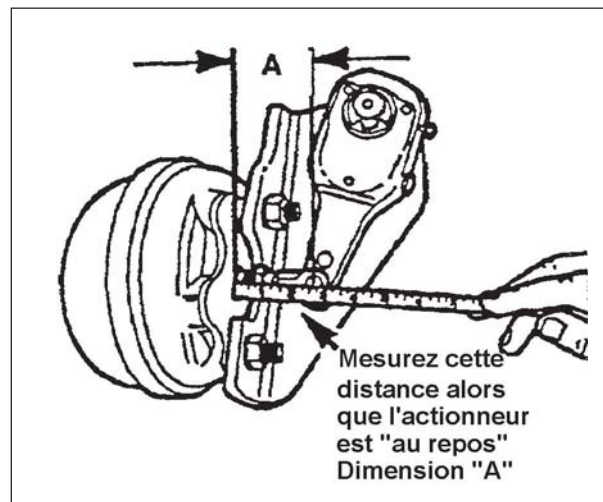

Fig. 8-22 TIGE DE POUSSÉE " AU REPOS"
1. Mesurez la distance entre la face de l'actionneur de frein et le centre de la tige de manille d'assemblage, ceci, pour chaque régleur de jeu (voir Fig. 8-22).